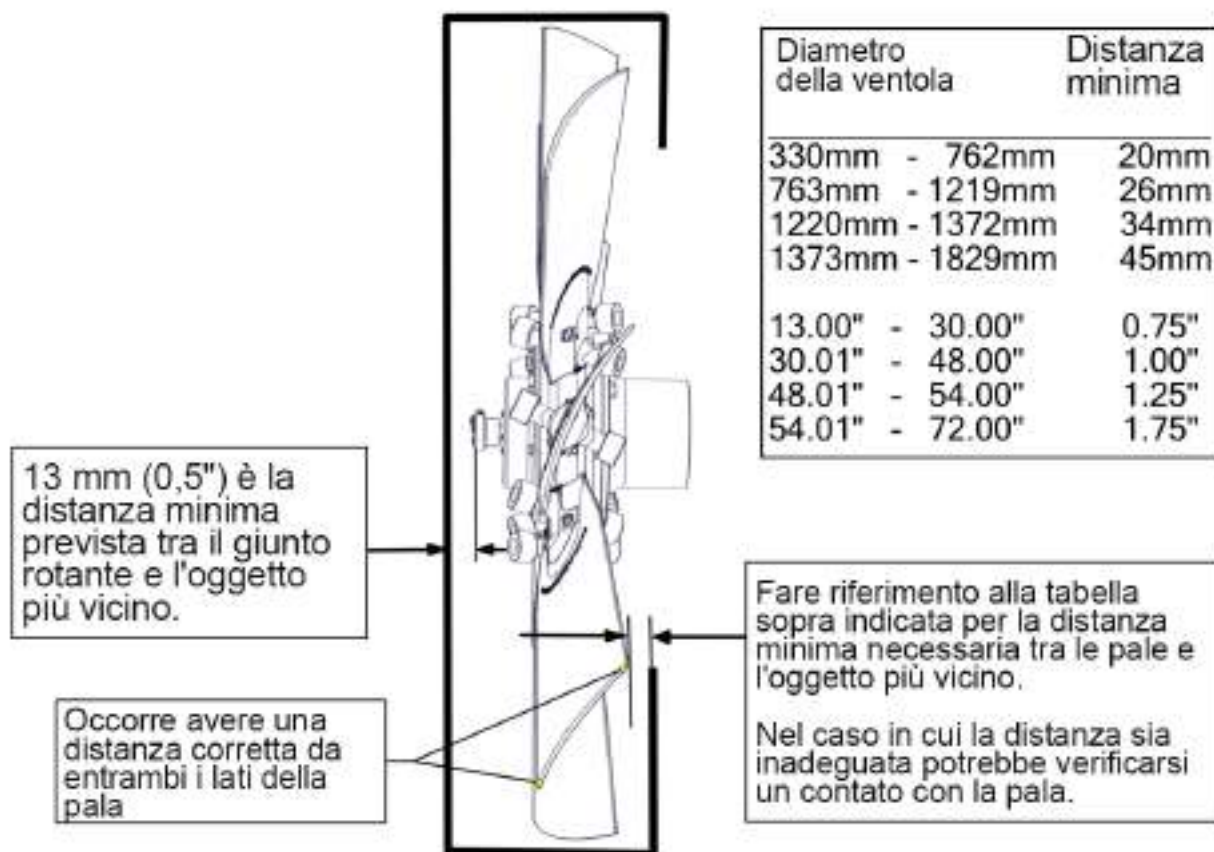

Figura 10
5. Accertarsi che ci sia una distanza sufficiente dall'estremità della pala. Vedere la Figura 10 alla pagina successiva con l'elenco di distanze minime basate sul diametro della ventola.
ATTENZIONE: accertarsi che ci sia una distanza minima tra il giunto rotante e l'ostruzione più vicina come da Figura 10 a pag. 4-5.